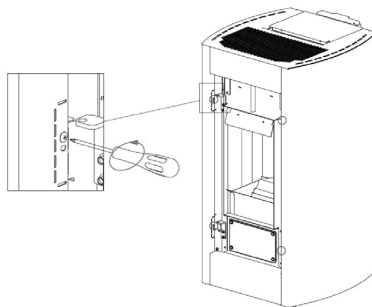

Fig. 56 - Entfernen der Schrauben
- Die 6 hinteren Schrauben herausrauben (siehe **Fig. 56**).